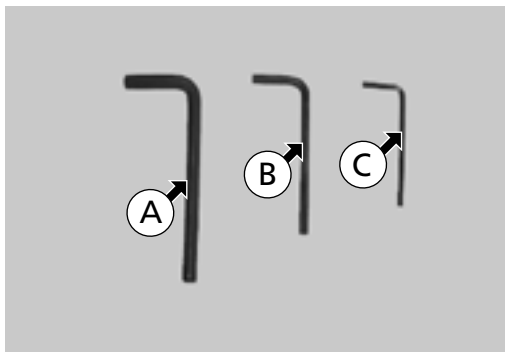
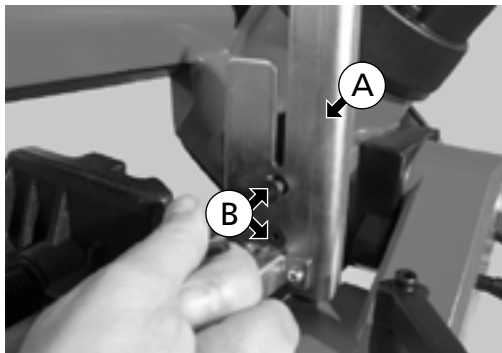
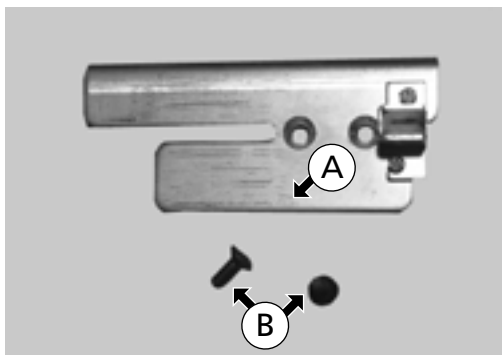
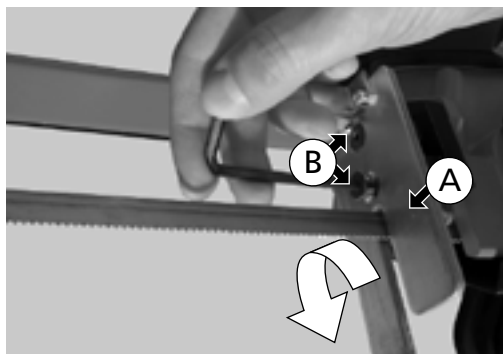

Fig. 32
Fig. 38
Fig. 39
Fig. 41
Utilice herramienta (A), allen de 6mm (Fig. 32).
Elementos de Fig. 32
Utilizar herramienta allen (B) de 4 mm (Fig. 32). Soltar los dos tornillos (Fig. 38) y el tope de corte (Fig. 39).
Atornillar el tope de corte en la posición indicada (Fig. 41), teniendo en cuenta que éste se ha girado 180° respecto a la posición de la Fig. 38.